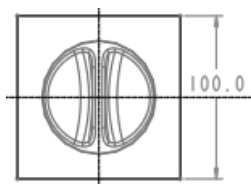

图 11.15 截面草图
(2) 在模型树界面中选择  **树过滤器(F)...** 命令。在系统弹出的“模型树项”对话框中选中 ☒ **特征** 复选框,然后单击 **确定** 按钮。此时,模型树中会显示出分型面特征。
(3) 创建实体拉伸特征。
① 选取拉伸类型。在出现的操控板中,确认“实体”类型按钮  被按下。
② 定义草绘截面放置属性。在绘图区中右击,从系统弹出的快捷菜单中选择 **定义内部草绘...** 命令。选择 ASM_TOP 基准平面作为草绘平面,草绘平面的参考平面为 ASM_RIGHT 基准平面,方位为 **右**,单击 **草绘** 按钮,至此系统进入截面草绘环境。
③ 绘制截面草图。进入截面草绘环境后,选取 ASM_RIGHT 基准平面和 ASM_FRONT 基准平面为草绘参考,截面草图如图 11.15 所示;完成特征截面的绘制后,单击“草绘”操控板中的“确定”按钮 。
④ 选取深度类型并输入深度值。在操控板中单击 **选项** 按钮,从系统弹出的界面中选取 **侧 1** 的深度类型  **盲孔**,再在深度文本框中输入深度值 45.0,并按 Enter 键;然后选取 **侧 2** 的深度类型  **盲孔**,再在深度文本框中输入深度值 20.0,并按 Enter 键。
⑤ 完成特征。在 **拉伸** 操控板中单击  按钮,完成特征的创建。